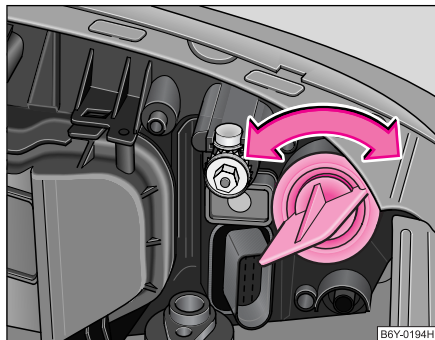

Fig. 178 Desmontaje de la bombilla para luz intermitente delantera
- Desenroscar el portalámparas con bombilla girándolo hacia la izquierda ⇒ fig. 178.